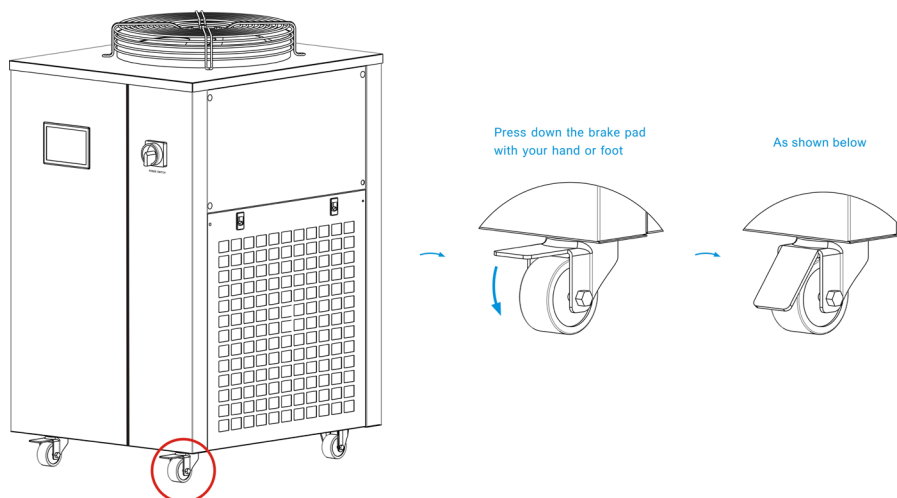

Figura 2: Ilustración del bloqueo de las ruedas
(2) Al utilizar la máquina, asegúrese de que las ruedas estén en posición bloqueada para evitar que la máquina se deslice durante el funcionamiento. El dispositivo de freno suele instalarse en el manguito del eje de la rueda o en la superficie de la rueda, y puede activarse con la mano o con el pie. Al empujar la máquina, las ruedas no deben poder avanzar, pero sí girar, lo que indica que el frenado es correcto, como se muestra en la figura 2.